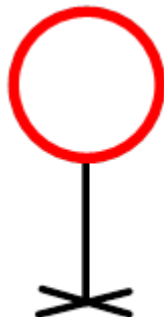

图3 圆框示意图
- (4) 送货目标中的数字并非给无人机识别用，仅为了描述、记录方便，颜色与目标底色相近。
- (5) 作业区域中标志“A”所在附近区域可放置供无人机穿越的圆框，见图 3，圆框可采用外径约 110cm 的红色呼啦圈，呼啦圈固定在地面支架上，圆心高度约 150cm，支架为黑色。